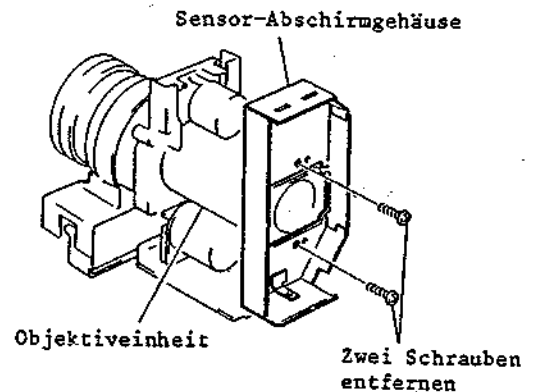

Abb. 2-95 Ausbau der Objektivereinheit
4. Zwei (2) Befestigungsschrauben des Sensor-Abschirmgehäuses lösen (siehe Abb. 2-95).
1. Die Objektiveneinheit ausbauen (siehe Abb. 2-95).